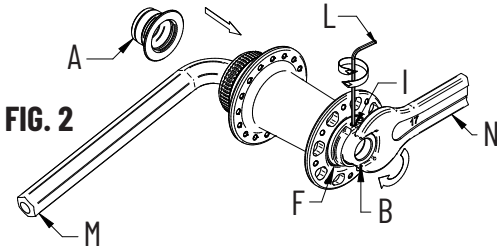
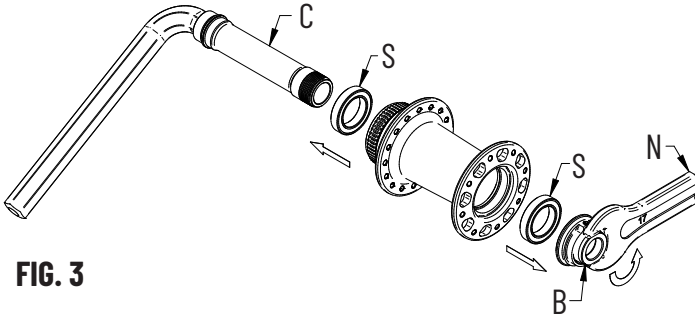

FIG. 2
FIG. 3
- Sullo stesso lato da cui avete sfilato lo scontro, infilate una chiave a brugola (M) da 12mm sul perno mozzo e con una classica chiave da 17mm (N) svitate in senso antiorario lo scontro (B) (Fig. 2)
- Sfilate il perno dal lato della sede del disco freno. Una volta estratto il perno dal corpo del mozzo si possono eventualmente sostituire i cuscinetti (S).
- Utilizzate un apposito estrattore per fori da 17mm ed estraete entrambi i cuscinetti dalla loro sede (Fig. 3).
- Inserite nuovamente il perno del mozzo (C) e chiudete lo scontro (B) con la chiave (N) da 17mm alla coppia di chiusura di 15Nm. (Fig. 2)
Se necessario effettuare una registrazione del mozzo agendo sulla ghiera (F) (Fig. 2):
- Allentate il grano (I) con una chiave a brugola (L).
- Richiudete il grano (I) (Fig. 2).